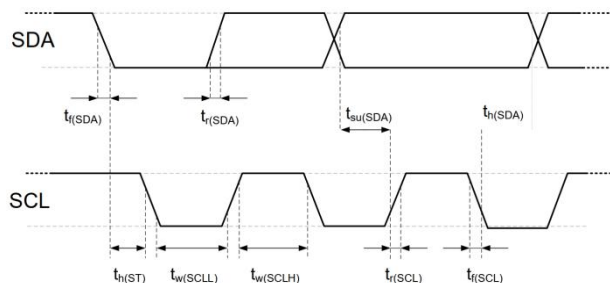

图9 数字输入/输出端的时序图、缩略语在表7中进行了解释。较粗的SDA线由传感器控制、普通的SDA线由单片机控制。请注意SDA有效读取时间由前一个转换的下降沿触发。
SDA引脚用于传感器的数据输入和输出。当向传感器发送命令时，SDA在串行时钟（SCL）的上升沿有效，且当SCL为高电平时，SDA必须保持稳定。在SCL下降沿之后，SDA值可被改变。为确保通信安全，SDA的有效时间在SCL上升沿之前和下降沿之后应该分别延长至 T_{SU} and T_{HO} 下-参考图9。当从传感器读取数据时，SDA在SCL变低以后有效 (TV)，且维持到下一个SCL的下降沿。
电气特性, 如功耗、输入和输出的高、低电平电压等, 依赖于电源供电电压。为了使传感器通讯顺畅, 很重要的一点是, 确保信号设计严格限制在表6、7和图9所给出的范围内)。
表7 I²C快速模式数字输入/输出端的时序特性。具体含义在图9有所显示，除非另有注明。